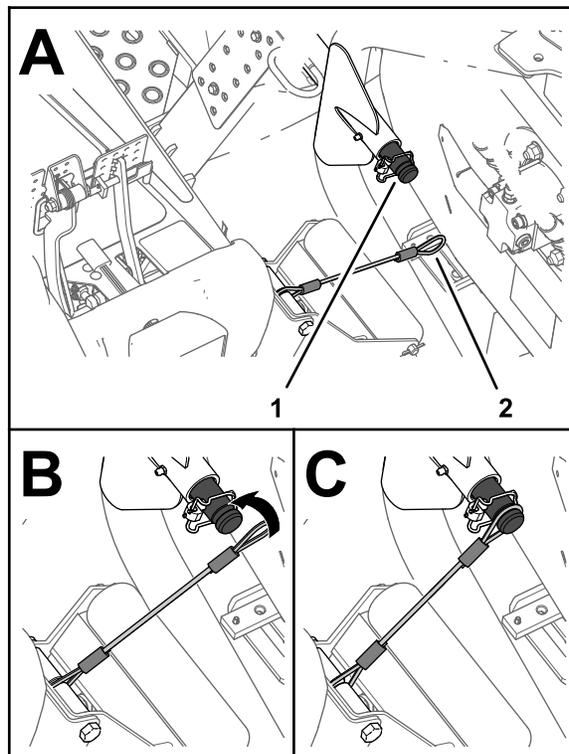

Figure 26
5. Placez le cordon devant l'arbre porteur du bras de levage de l'unité de coupe extérieure avant (Figure 26).
6. Enfilez la boucle du cordon sur l'arbre porteur et engagez-le complètement dans la gorge de l'arbre (Figure 26).